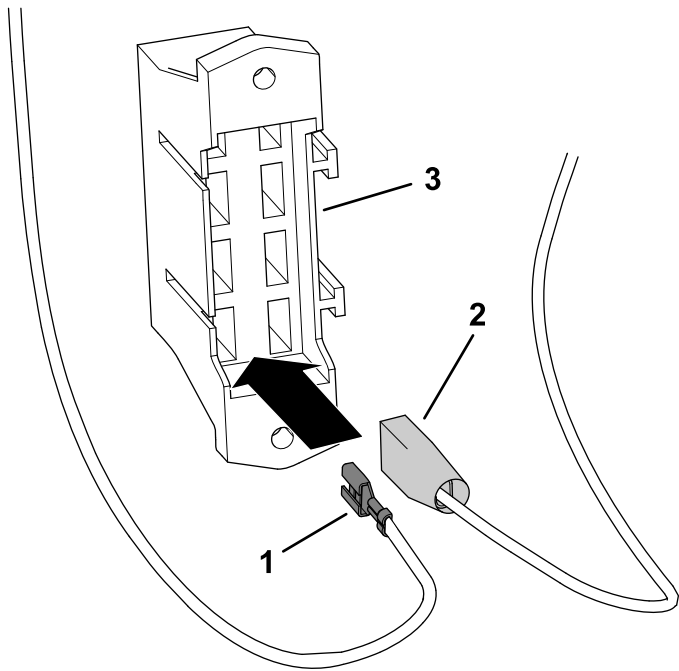

图5
2. 将线束上的公接头或母接头连接至保险丝盒的开口（图5）。